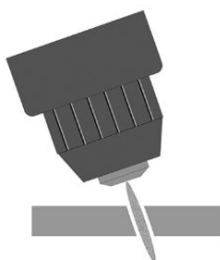

Fig. 9
2. Chalumeau incliné vers le matériau. Inclinaison inégale, alors qu'un côté peut être trop incliné (fig. 9).